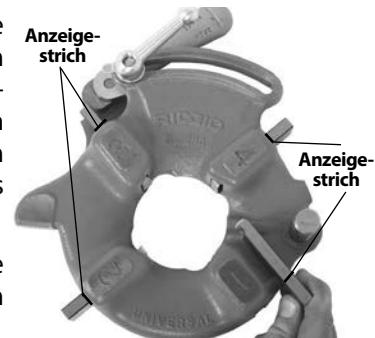

Abbildung 8 – Einsetzen der Schneidbacken
4. Heben Sie die Zunge der Scheibe aus dem Schlitz in der Größenskala. Bewegen Sie die Scheibe zum Ende des Schlitzes (Abbildung 8).
6. Die entsprechenden Schneidbackenenden Schneidkopf einsetzen, mit der nummerierten Kante nach oben, bis der Anzeigestrich bündig mit der Kante des Schneidkopfs ist (siehe Abbildung 8). Die Zahlen auf den Schneidbacken müssen denen an den Schlitten des Schneidkopfs entsprechen. Wechseln Sie Schneidbacken